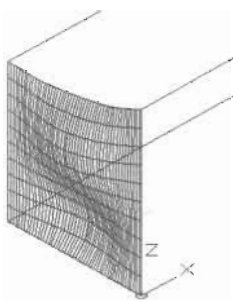

图 13-122
(6) 执行“绘图>建模>网格>边界网格”菜单命令, 绘制另外一半边网, 如图 13-122 所示, 命令执行过程如下。